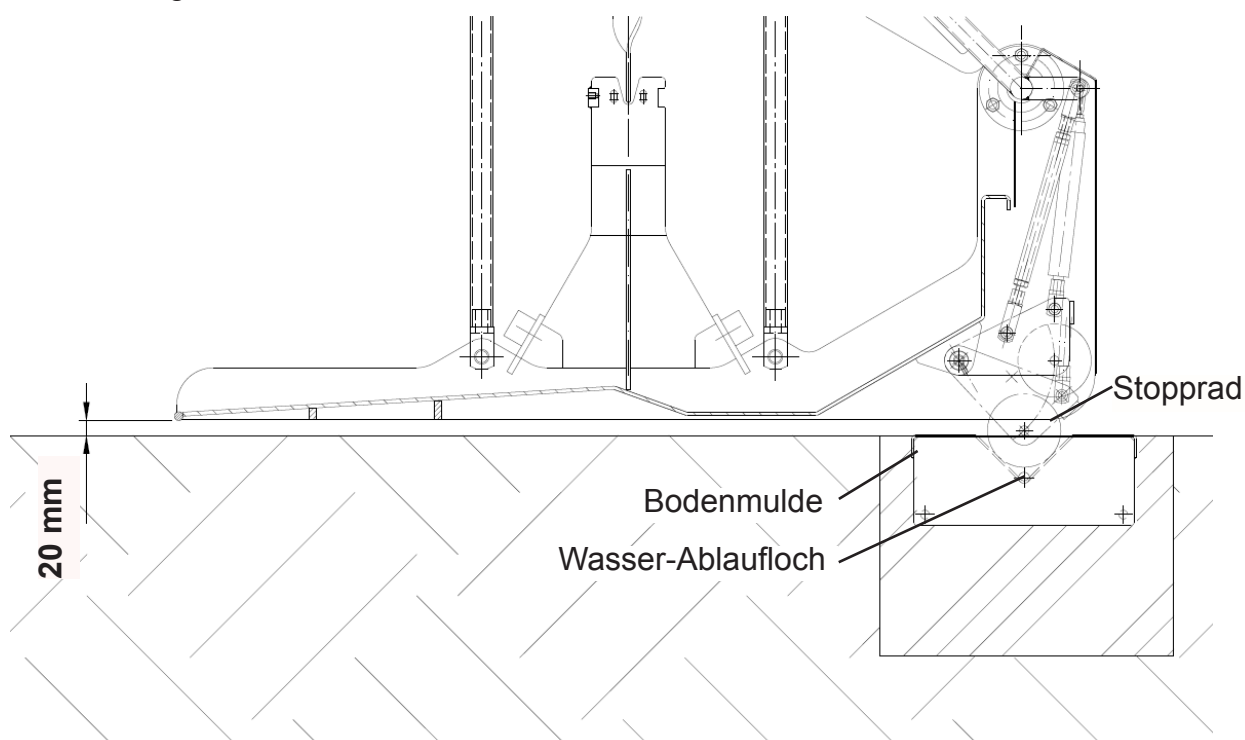

Bild 3-8: Einbau der Bodenmulden
- Die beiden Bodenmulden waagrecht in die Erdlöcher/ den Beton montieren und den Einbauraum komplett mit Beton füllen. Die Bodenmulden müssen dabei so ausgerichtet werden, dass die Stoppräder der Rollstuhlschaukel möglichst spielfrei und mittig in dem Profil der Bodenmulde liegen Bild 3-8.